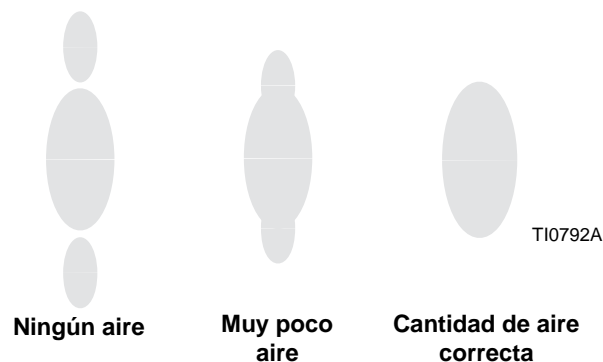

Fig. 15
- Al disparar, ajuste la presión del aire de pulverización a aproximadamente 5 psi (3,5 kPa, 0,35 bar). Inspeccione el chorro de pulverización, hasta que las colas estén completamente atomizadas y dentro del chorro de atomización. Vea FIG. 15. En general, una presión de aire de 7 a 10 psi (4,9 a 7,0 kPa, 0,49 a 0,7 bar) es suficiente para atomizar las colas, especialmente con los materiales de baja viscosidad. Si ajusta la presión de aire a un valor demasiado alto, el material se acumulará en el cabezal de aire y se reducirá la eficacia de transferencia. No exceda una presión de aire a la pistola de 100 psi (0,7 MPa, 7 bar).